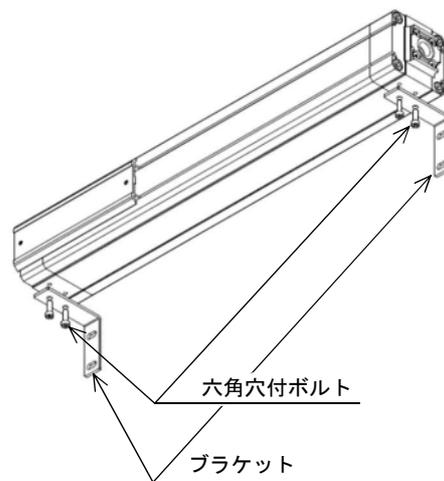

図 5
- 1) オプションのブラケットを使用する場合は、窒素ガス精製ユニット本体の下側にあるネジ穴に合わせてブラケットの位置を決め、添付 M5 六角穴付ボルト 4 本で固定してください。M5 六角穴付ボルトは 3N・m 程度の締付けトルクでねじ込んでください。（図 5 参照）